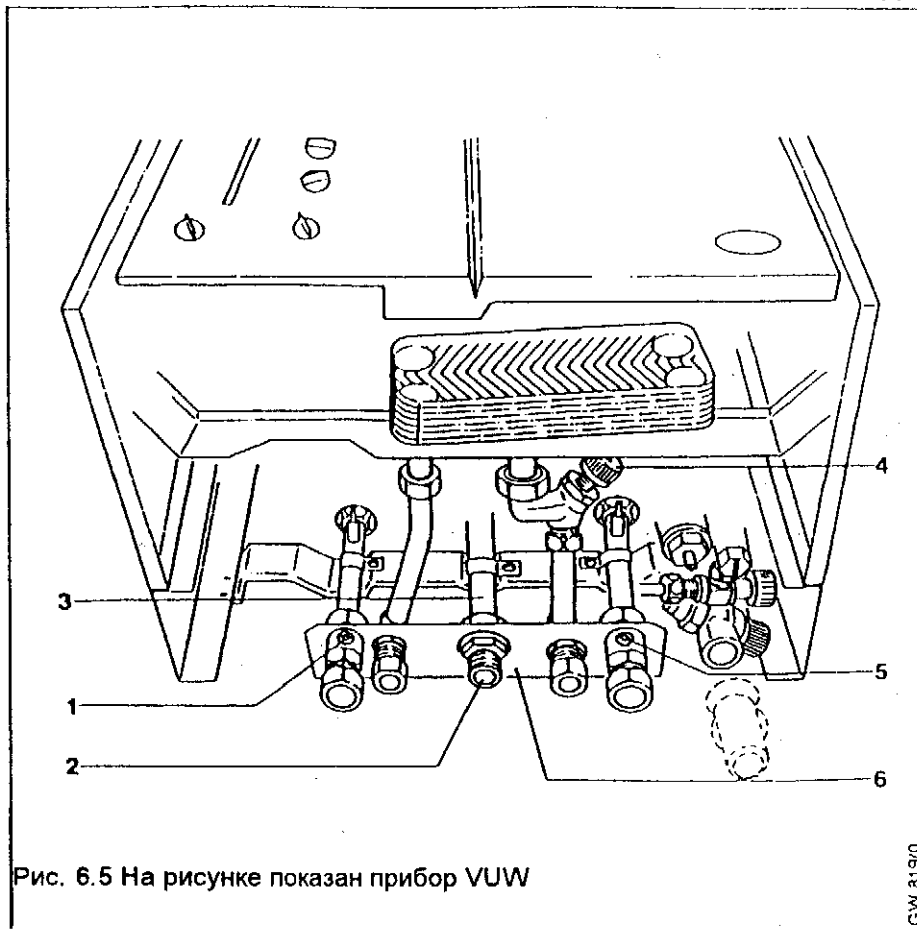

Рис. 6.5 На рисунке показан прибор VUW
- Открыть запорный вентиль* холодной воды (4, рис. 6.5), поворачивая его влево.
кран (2, рис. 6.5).
- Открыть краны профилактического осмотра отопительного контура (1 и 5, рис. 6.5).